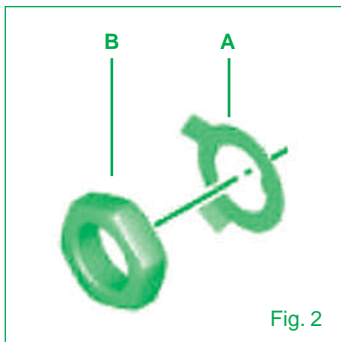

Fig. 2
- 5) Levantar la lengüeta de la arandela de seguridad (A) (Fig. 2).
- 6) Quitar la tuerca (B) de la polea primaria (Fig. 2).
- 16) Plegar la lengüeta de la arandela de seguridad (part. A de Fig. 2).